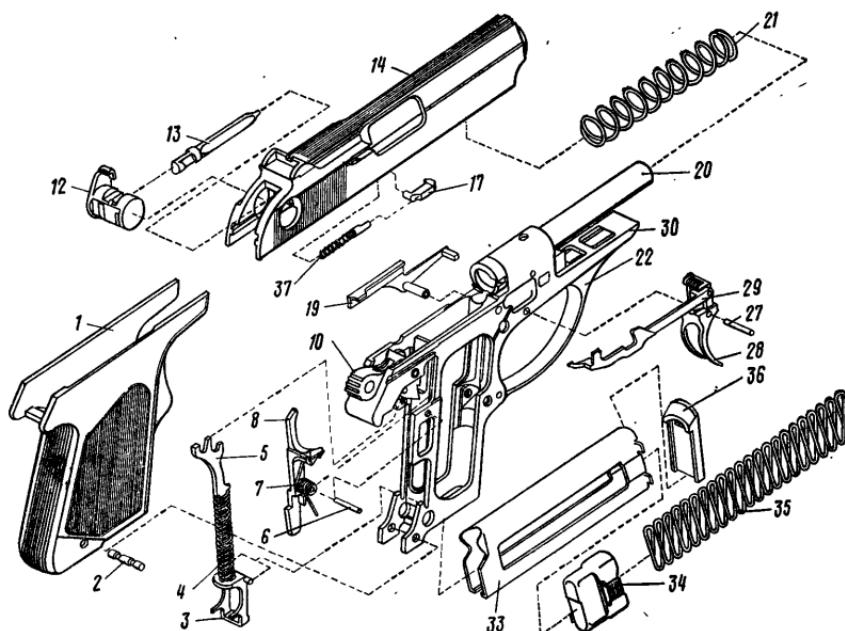

Рис. 28. Пистолет в разобранном виде:
9.5. Полная разборка (Рис. 28)